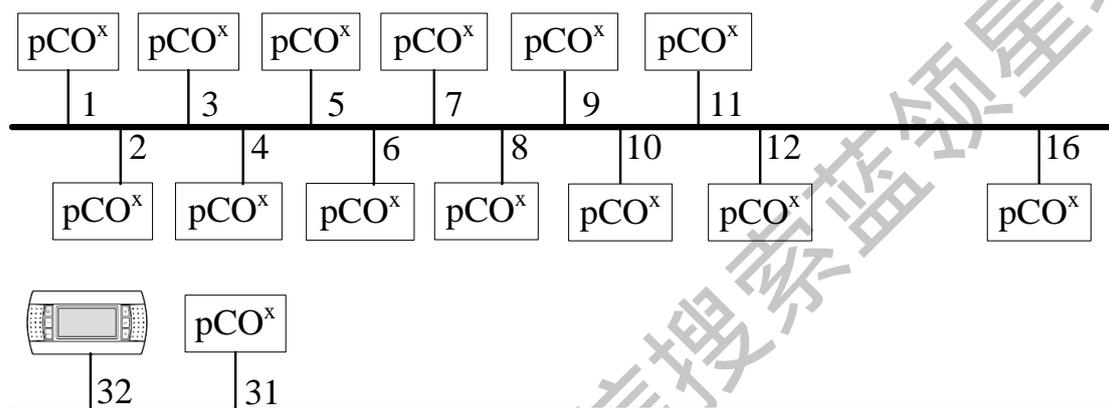
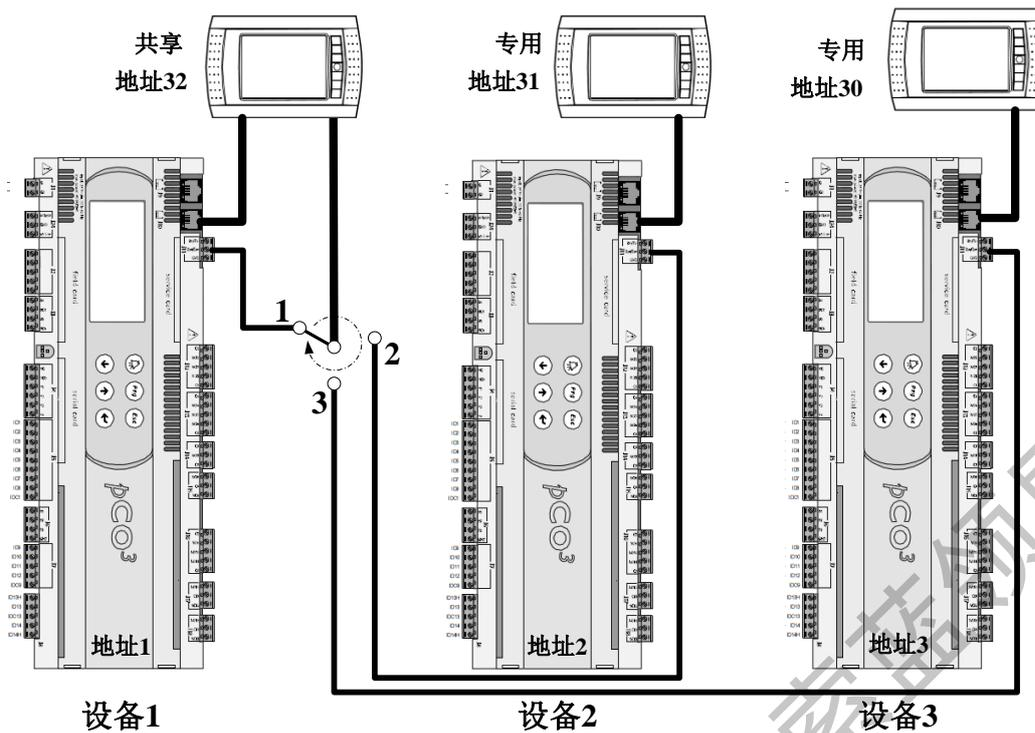

图 5.12 群控功能示意图
图5.13 群控网络手操器与控制器对应关系示意图
3) 群控网络最多可连接 32 台设备(终端)，这些设备包括控制器和手操器。每个设备都有唯一的识别地址，地址范围为 1~32。地址 32 只能分配给手操器，网络主机的控制器地址必须设置为 1，主机只能群控控制器地址为 2~8 号的机组，9~31 号地址的机组不受主机控制，各自保持单机运行状态，1~31 号机组可接受共享手操器的控制，如图 5.12 所示。
- ① 专用 (“Pr”)，仅显示该控制器的输出；
- ② 共享 (“Sh”)，可在一个以上控制器之间通过【查询】键进行切换；
- ③ 共享并带打印机 (“Sp”)，目前使用的手操器不支持此种关联方式。
5) 在图 5.13 示例中，一个共享手操器与 3 个控制器相连，图中仅有控制器 1 可以更新共享手操器的显示数据并接受享用手操器按键输入的命令，同时其它两个控制器会持续更新专用手操器上显示的数据。对共享手操器通过按【查询】键使其在不同的控制器间循环切换 (U:01→U:02→U:03→U:01 …)。当地址 2、地址 3 控制器产生报警信息时，其专用手操器会产生报警信息，同时也会执行控制共享手操器并产生报警信息。
5.3.2 配置图 5.13 所示群控网络